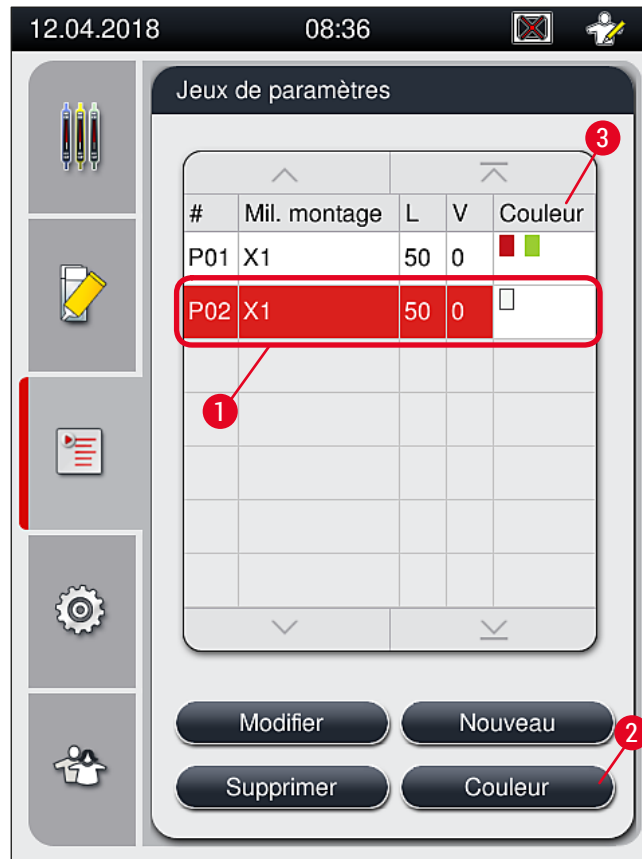

Fig. 44
1. Dans le menu Jeux de paramètres (→ Fig. 44), effleurez l'entrée correspondante pour sélectionner le jeu de paramètres auquel une couleur de poignée rack doit être attribuée (→ Fig. 44-1).